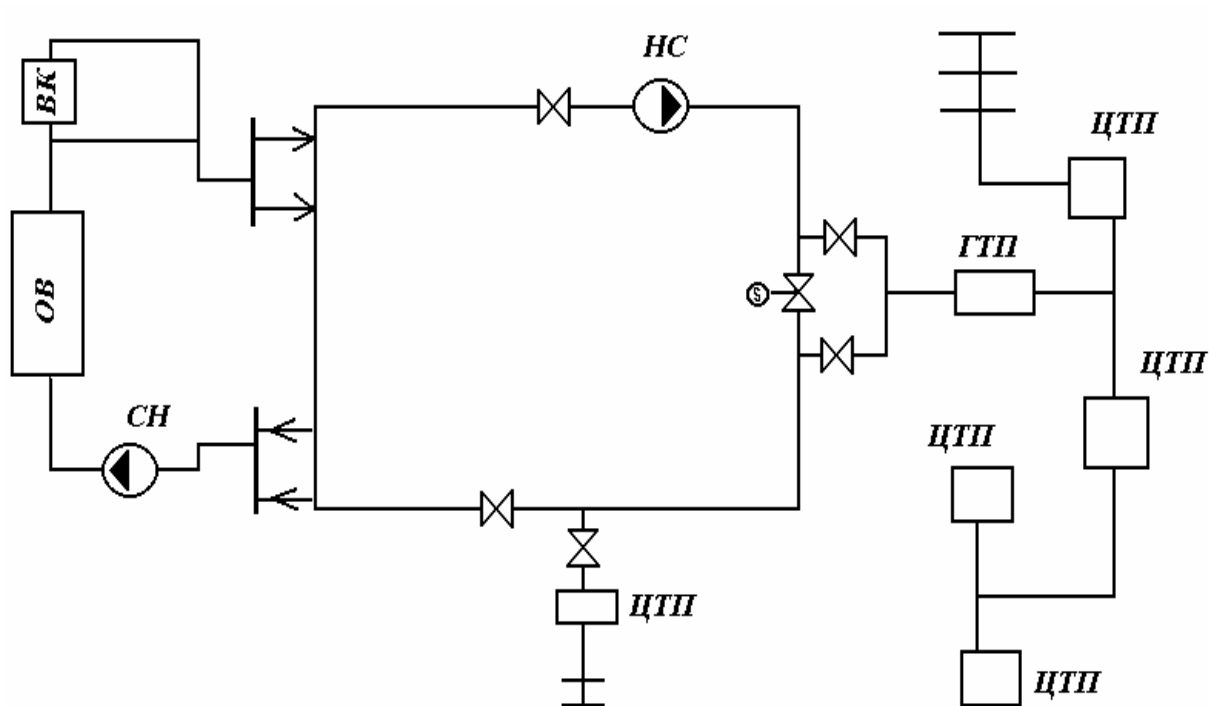

Рис. 30
5. Поясните схему теплоснабжения с источником тепла ТЭЦ (рис. 30).